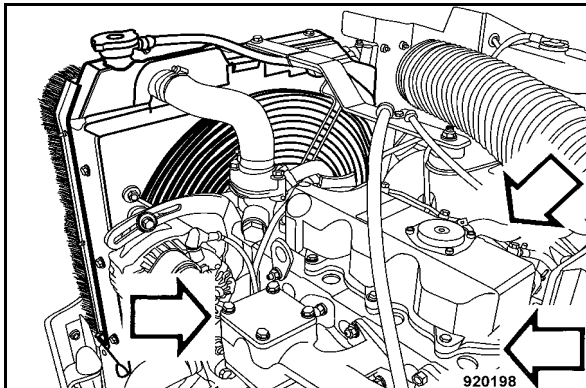

Fig. 165
- Vérifier le serrage correct des vis de fixation des tubulures d'admission et d'échappement (Fig. 165) aux têtes de culasse.